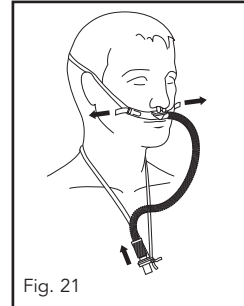

Fig. 21
13. Das elastische Stoffband kann an den Seiten nachgestellt werden (Abb. 21).